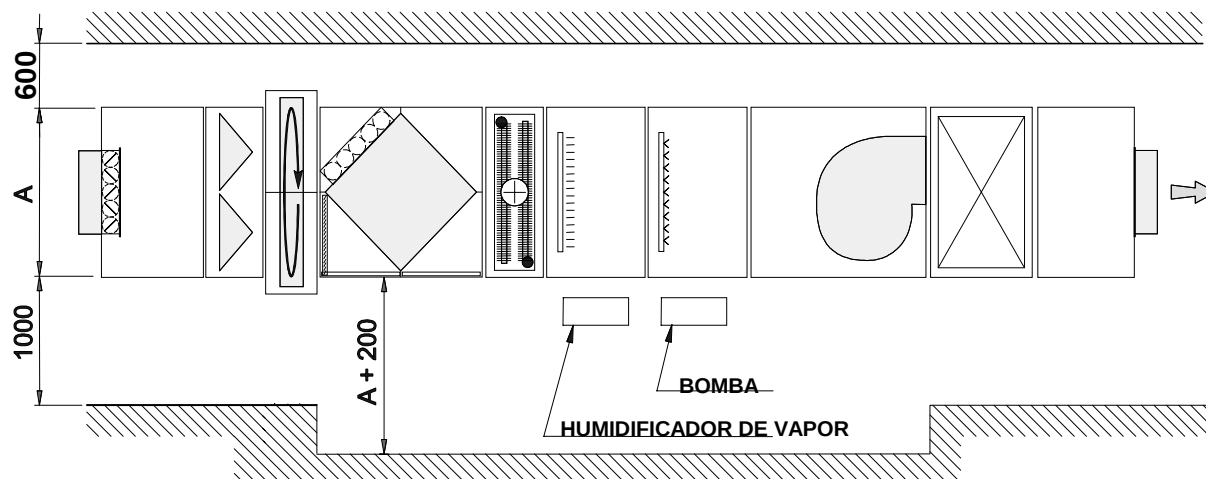

Fig. 1 – Distancia de separación mínima recomendada
- Durante la instalación de la unidad de aire acondicionado, es aconsejable mantener una distancia de separación mínima con respecto a las paredes u otras obstrucciones sólidas tal como muestra la Fig. 1.